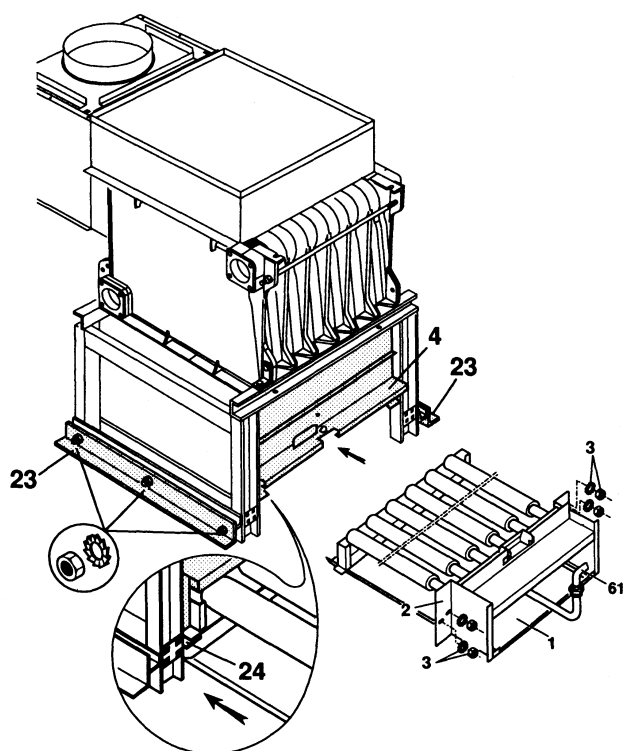
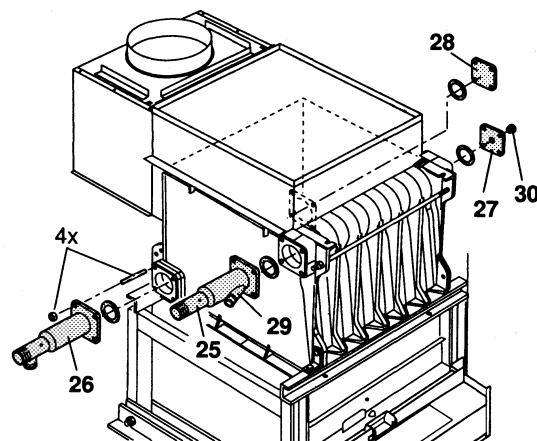

Рис. 17
Рис. 18
Рекомендация: Рекомендуется незамедлительно или перед повторной сборкой по рис. 17 отключить газовую арматуру (61) с пусковой горелкой от узла горелки (2) (см. рис. 30). Этим облегчается последующий монтаж котла (рис. 18).